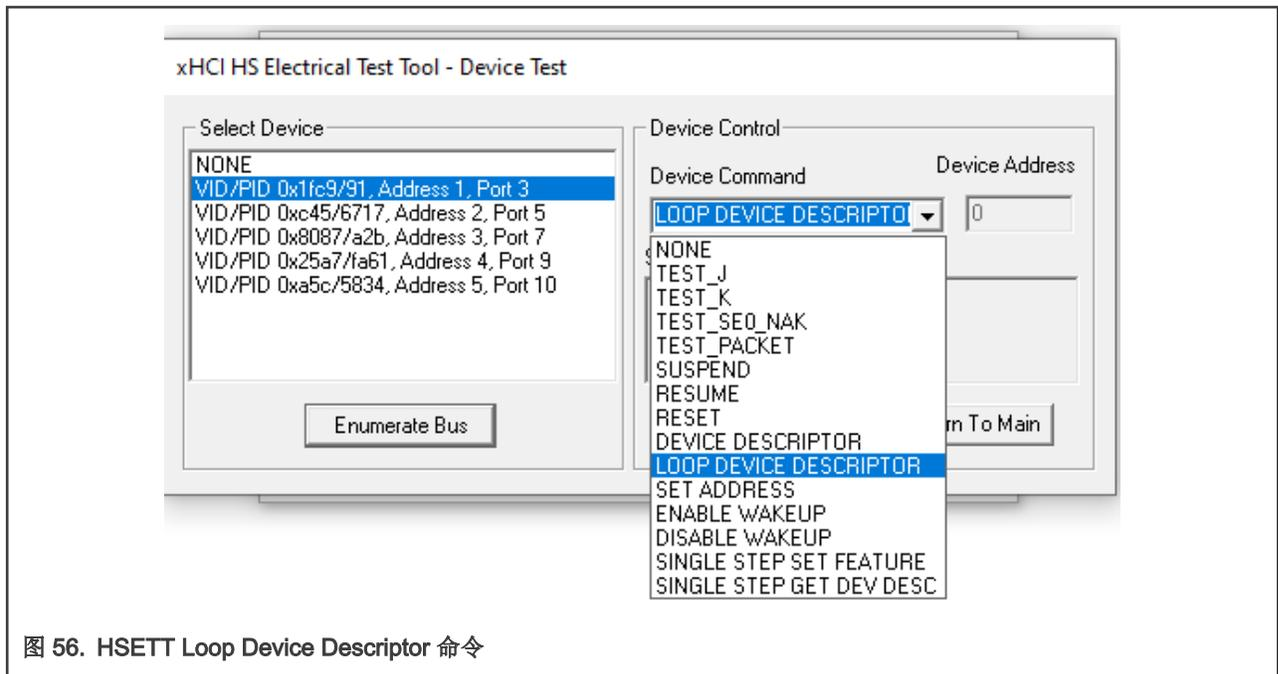

图 56. HSETT Loop Device Descriptor 命令
4. 与高速信号质量测试类似，同样在测试计算机中打开 HSETT 软件，点击 Enumerate Bus 一次，在枚举出的列表中选择被测 Device，然后如图 56 所示，选择 LOOP DEVICE DESCRIPTOR 命令，然后执行。